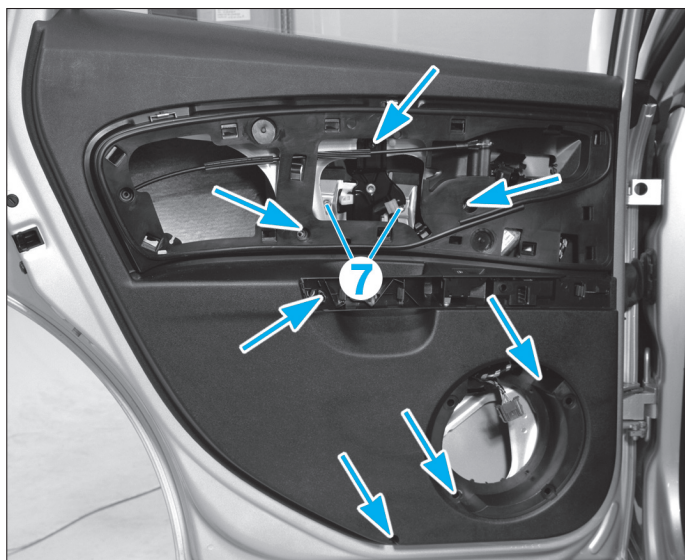

Fig. 65
- Débrancher le connecteur du haut parleur (6)
- Déposer les deux vis des mâchoires de serrage de la vitre (7) (Fig.65).
- Déposer l'ensemble des vis de la garniture de porte (flèche) (Fig.65).